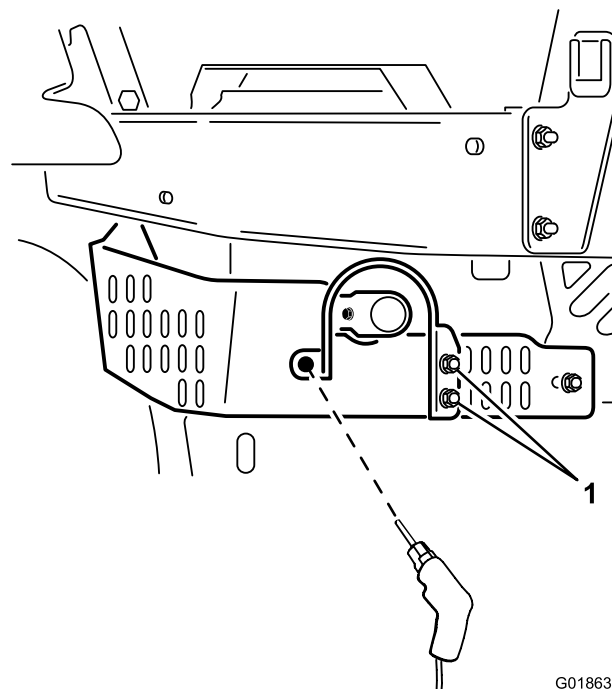

Bild 8
- i. Fluchten Sie den rechten Flansch des Auspuffschutzblechs (der Flansch mit zwei Löchern) mit den zwei vertikalen Schlitzen an der linken Seite in der Motorschutzvorrichtung unten links aus (Bild 8).
- ii. Fluchten Sie die untere Kante des rechten Flansch am Auspuffschutzblech mit der unteren Kante der Motorschutzvorrichtung aus (Bild 8).
- iv. Fluchten Sie den linken Flansch des Auspuffschutzblechs (der Flansch mit einem Loch) mit dem eckigen Bereich der Motorschutzvorrichtung unten links aus (Bild 8).